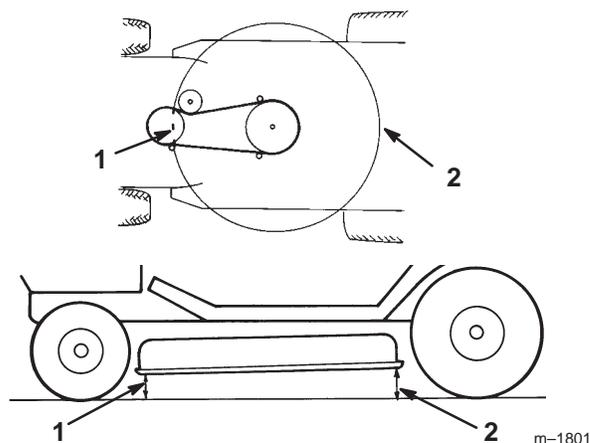

Bild 49
- Messen Sie zur Kontrolle der Schnittmesserneigung in Längsrichtung den Abstand zwischen der Schneidwerkunterseite (Mitte vorne und Mitte hinten) und der ebenen Oberfläche (Bild 49). Wenn die Vorderseite des Schneidwerks mehr als 16 mm tiefer liegt als die Rückseite, muss das Niveau eingestellt werden. Siehe Schritte 6–10.